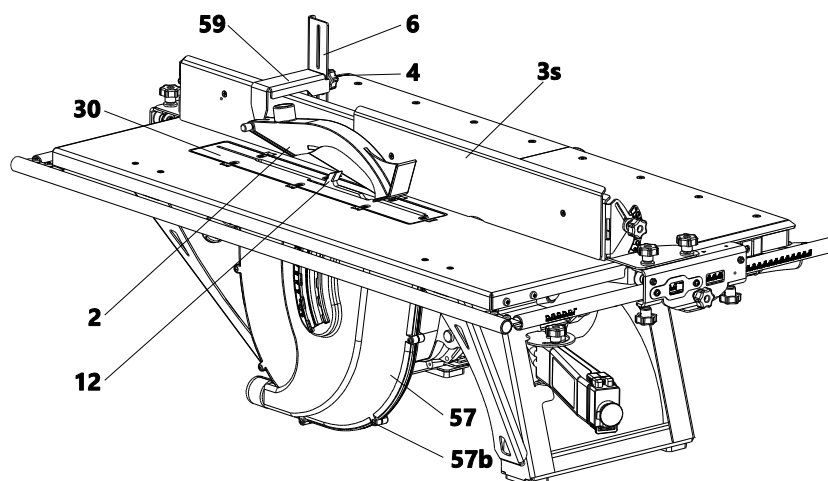

Рис. 19
Перед началом работы следует произвести подготовку и наладку станка (рис. 19):
При использовании линейки при операции фрезерования дисковыми фрезами необходимо установить планку 3s (рис. 19).
Рис. 19а
Чтобы установить дисковую фрезу 12 (рис. 19), необходимо:
- установить вертикальный держатель 6 (рис. 19а) в прорезь, имеющуюся в приемном столе и закрепить с помощью винта-барашка 4. Высота ограждения регулируется перемещением скобы 59 по вертикальному держателю 6 (рис. 19).